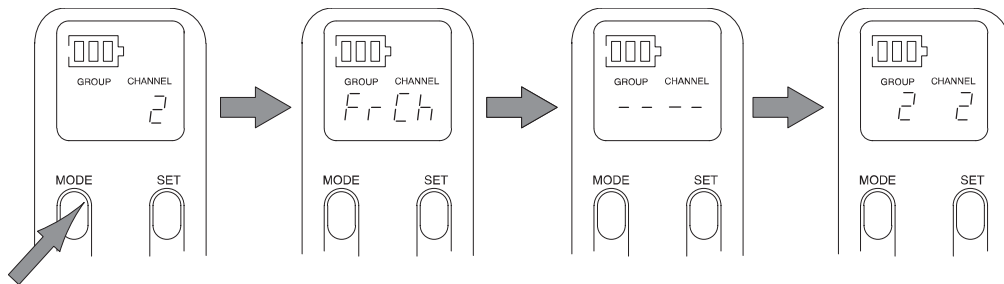

FIGURE 29
6. Appuyer de nouveau sur le bouton «MODE» pour choisir le nouveau réglage du canal. «FrCh» apparaît brièvement sur l'affichage, indiquant que la fréquence a changé. Puis les nouveaux réglages de groupe et de canal s'affichent. Se reporter à la figure 29.